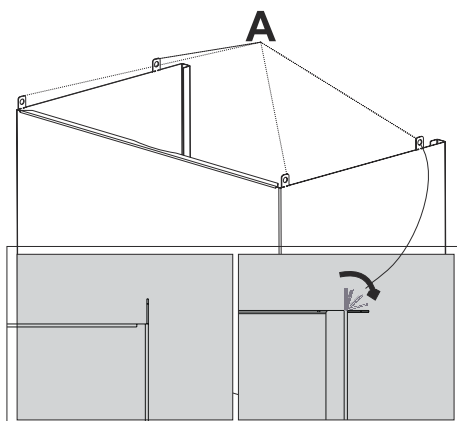

Fig. 17
6. ➔ Tire de la chimenea interior a través de la chimenea exterior. La chimenea interior tiene 4 piezas de montaje. Doble estas partes interiores hacia afuera 90° (Fig. 17).